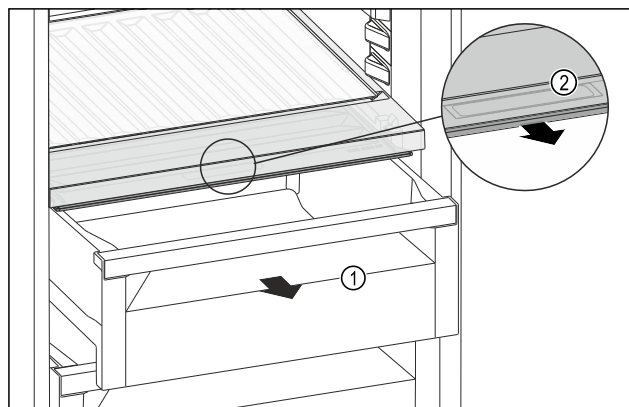

Fig. 192
- Retirer le tiroir Fig. 192 (1).
- Saisir la poignée encastrée Fig. 192 (2) du couvercle du compartiment et tirer le couvercle du compartiment par l'avant.